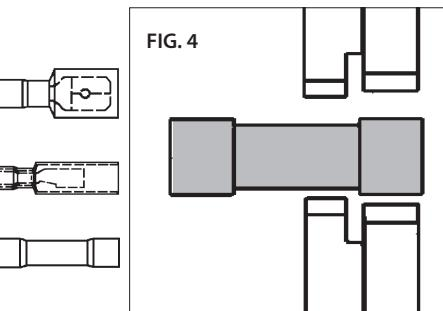

FIG. 5
4. REGULACIÓN DE LA COMPRESIÓN SOBRE LA ENVOLTURA AISLANTE (Ref. a Fig. 5)
4. REGOLAZIONE DELLA COMPRESSIONE SULLA CAMICETTA ISOLANTE (Rif. Fig. 5)